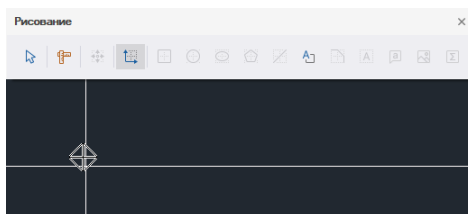

Рис. 170 Вид курсора при работе инструмента «Переместить начало координат»
1. Вызовите инструмент «Переместить начало координат», который доступен на панели «Рисование», в разделе «Инструменты» главного меню и контекстного меню. Курсор поменяет вид, см. Рис. 170. В панели «Свойства» в динамическом режиме будут отображаться текущие координаты курсора.